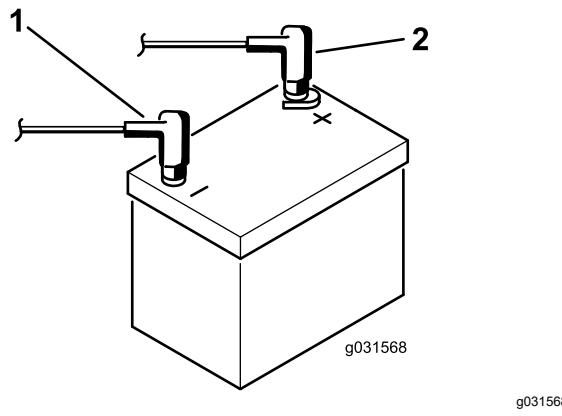

Bild 4
- Klemmen Sie das Pluskabel (Rot) am Pluspol (+) der Batterie und das Minuskabel (Schwarz) am Minuspol (-) der Batterie an und befestigen die Kabel mit den Kopfschrauben und Muttern (Bild 4).